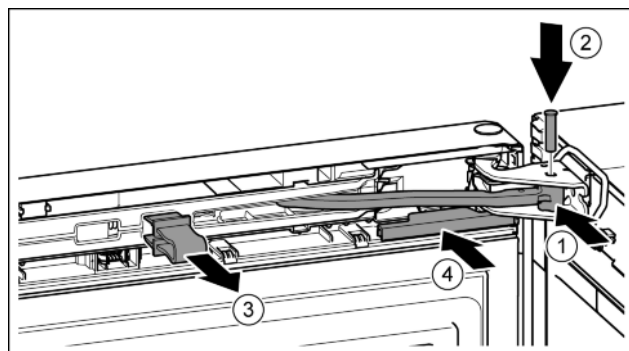

Fig. 42
- ▶ Przegub obrócić w płytce zawiasu. Fig. 42 (1)
- ▶ Sworzeń umieścić w płytce zawiasu i przegubie. Przy tym zwrócić uwagę, aby krzywka zatrzaskowa została prawidłowo umieszczona w rowku. Fig. 42 (2)
- ▶ Zdjąć zabezpieczenie. Fig. 42 (3)
- ▶ Wsunąć osłonę. Fig. 42 (4)